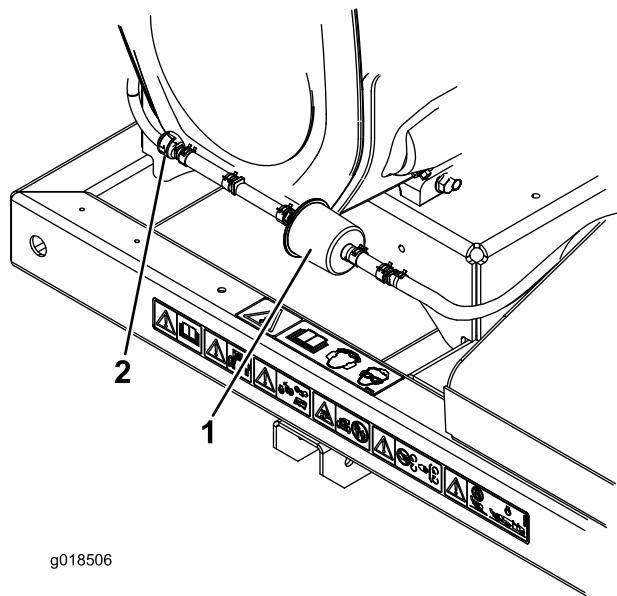

Figura 17
2. Spostate le fascette stringitubo del tipo a molla su entrambi i lati del filtro della linea di spurgo del canister a carboni attivi lontano dal filtro (Figura 17).
3. Togliete il filtro a carboni attivi e gettate lo (Figura 17).
4. Montate un nuovo filtro nel flessibile con la freccia del filtro rivolta verso la valvola di ritenuta e fissatelo con le fascette stringitubo (Figura 17).